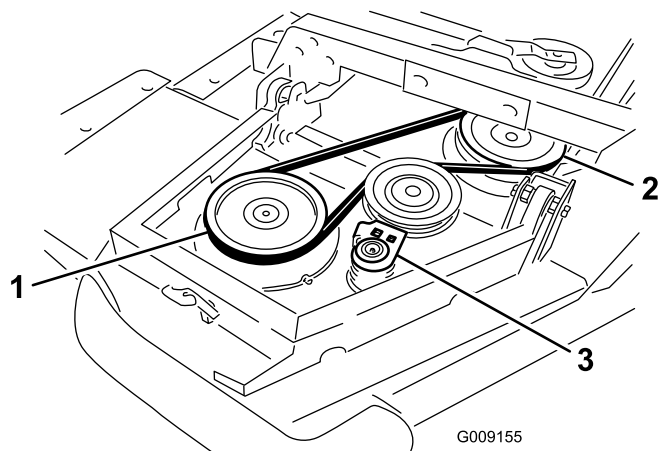

Рисунок 5
A. Наденьте ремень на шкив шпинделя винглета и на шкив шпинделя передней деки (**Рисунок 5**).
B. С помощью гаечного ключа с храповиком или аналогичного инструмента отодвиньте натяжной ролик от шкивов (**Рисунок 5**).